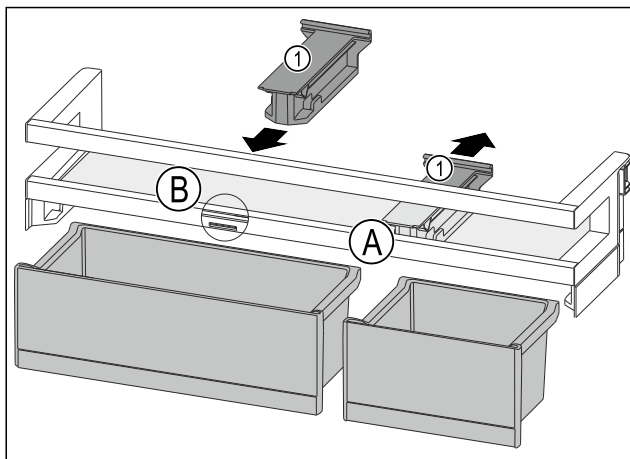

Fig. 185
- Retirer la pièce de retenue Fig. 185 (1) en position Fig. 185 (A) vers l'arrière.
- Mettre la pièce de retenue Fig. 185 (1) en position Fig. 185 (B).